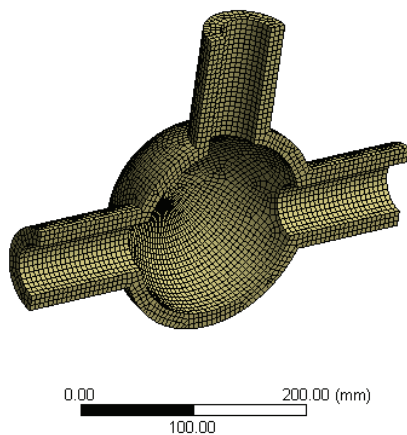

图 24-29 网格模型
4) 在 Outline 树结构图中的 Mesh 选项单击鼠标右键, 在弹出的快捷菜单中选择 Generate Mesh, 生成网格最终的效果如图 24-29 所示。